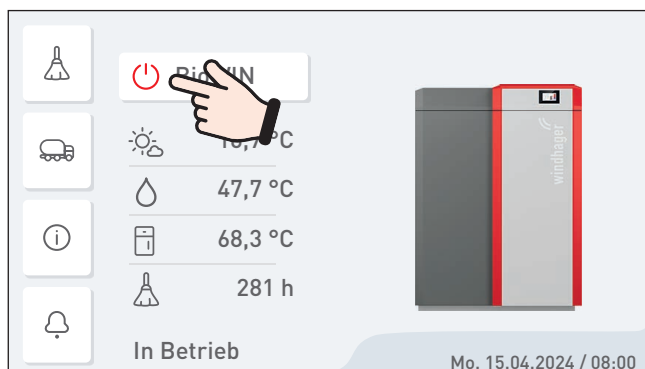

Fig. 54 BioWIN 2 Touch ausschalten
- ▶ BioWIN2 Touch mittels EIN/AUS-Taste am InfoWIN Touch ausschalten (Fig. 54 – siehe auch Bedienungsanleitung InfoWIN Touch) und warten, bis die Anzeige erloschen ist (ca. 20 min).